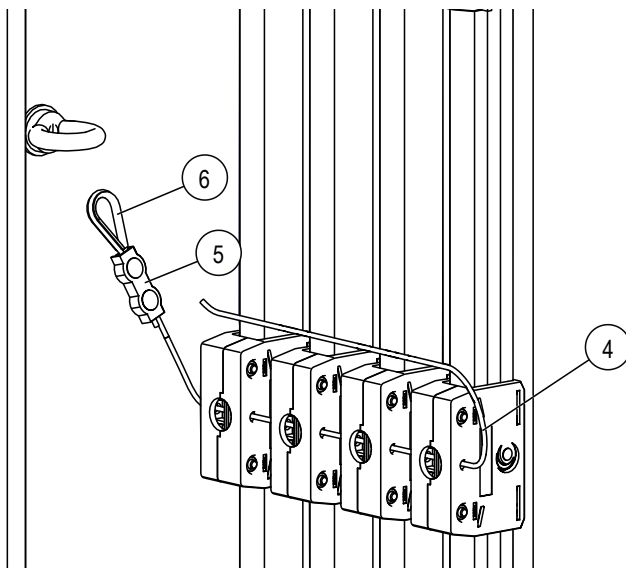

Abb. 41: Sicherungsseil (Pos. 4) durch die Fangvorrichtung durchfädeln
- Das Sicherungsseil (Pos. 4) durch die seitlichen Bohrungen der Gehäusehälften und der Haltebleche durchfädeln (siehe Abb. 41). Seilklemme (Pos. 5) und Seilkausche (Pos. 6) sind an einem Ende des Seils bereits vormontiert.